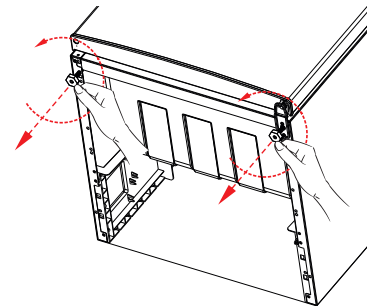

Abb. 1
- Schrauben Sie die Gerätefüße durch Drehen gegen den Uhrzeigersinn heraus (Abb. 1).